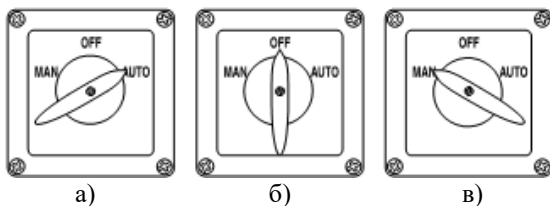
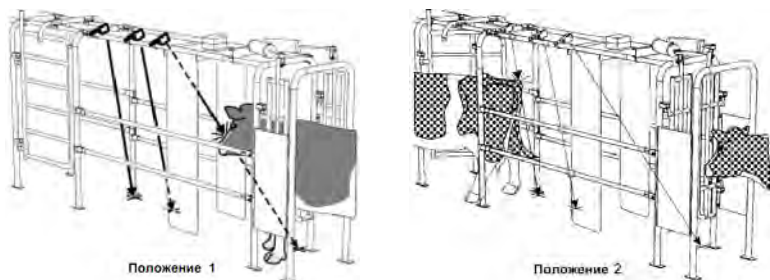

Рисунок 2.4 – Положения переключателя ворот
Рисунок 2.5 – Для ручного управления секторными воротами
Положение переключателя ворот определяет способ управления воротами (рис. 2.4).
Автоматическое управление (AUTO) (рис. 2.4а)
Ручное управление (MAN) (рис. 2.4в)
При помощи переключателя ворот вы можете перейти на ручное управление секторными воротами, если потребуется (рис. 2.5):
- поверните переключатель в положение MAN – сортировочные ворота откроются, выходной проход заблокируется и откроется выход через сортировочный проход (в помещение для ухода). Одновременно двухстворчатые распахивающиеся ворота закроют вход в отсекающие ворота; эта операция выполняется, когда корова находится в распахивающихся двухстворчатых воротах (положение 1) (рис. 2.5);
- поверните переключатель в положение OFF (рис. 2.4б) – сортировочные ворота закроются, это означает блокировку сортировочного выхода и открытие выхода через главный выходной проход; эта операция выполняется, когда корова наполовину прошла сортировочные ворота (положение 2) (рис. 2.5).